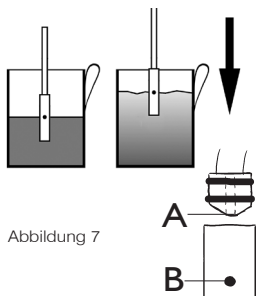

Abbildung 7
- Halten Sie die Dampfdüse **5** so in die zu erwärmende Milch, dass die Austrittsöffnung genau zur Hälfte bedeckt wird. Die Öffnung darf nie vollständig bedeckt sein. Beachten Sie bei allen Schritten, dass die Öffnung nur halb bedeckt sein darf. (siehe Abbildung 7)
- Reinigen Sie bitte täglich den Siebträger, indem Sie das Sieb herausnehmen und die Kaffeeteeranhaftungen am Sieb und im Siebträger mit einem rauen Topschwamm entfernen. (Abbildung 7)